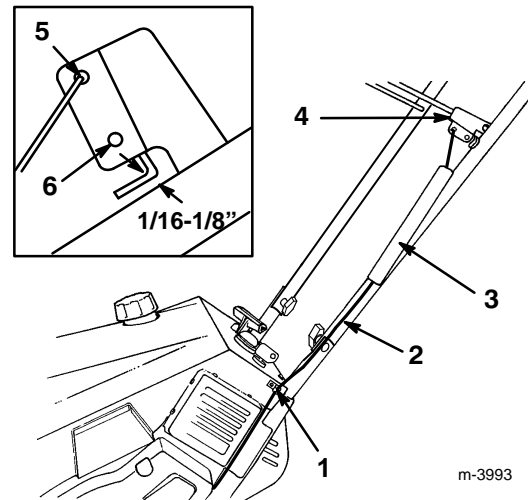

Abbildung 4
4. Die Federabdeckung über die Feder und die Kabeleinstellvorrichtung schieben und das Federende durch das Loch am Ende der Federabdeckung drücken (Abb. 4).
5. Die Feder ins obere Loch des Fahrtriebshebelbügels haken (Abb. 4).
7. Darauf achten, daß zwischen Fahrtriebshebel und Griffbügel ein Abstand von 0,16 bis 0,32 cm (1/16–1/8") vorhanden ist (siehe Kasten in Abb. 4). Zur Einstellung dieses Abstands siehe *Einstellung des Steuerkabels* auf Seite 16.